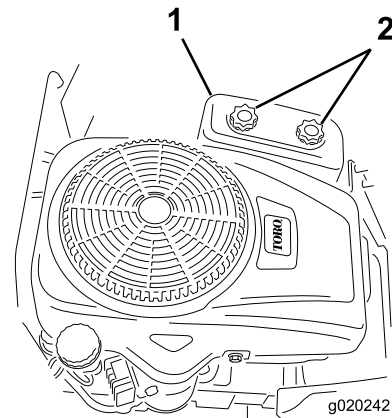

Bild 38
4. Schrauben Sie die zwei Handräder ab, um die Luftfilterabdeckung abzunehmen (**Bild 38**).
- Setzen Sie die Luftfilterabdeckung auf und ziehen Sie die zwei Handräder an (Bild 38).